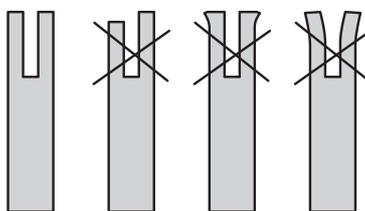

Fig. 43
- > Pour vérifier l'état d'usure du rail: Appliquez le bord droit d'une règle contre le bord des lames de coupe, comme indiqué sur l'illustration ci-dessous. Si le rail du guide-chaîne est en bon état, il doit y avoir un interstice entre la règle et le guide-chaîne. S'il n'y a aucun interstice (c.à.d. si vous pouvez appliquer la règle contre le guide-chaîne sur toute sa longueur), le rail du guide-chaîne est usé et a besoin d'être remplacé par un rail du même type. (Fig. 43)